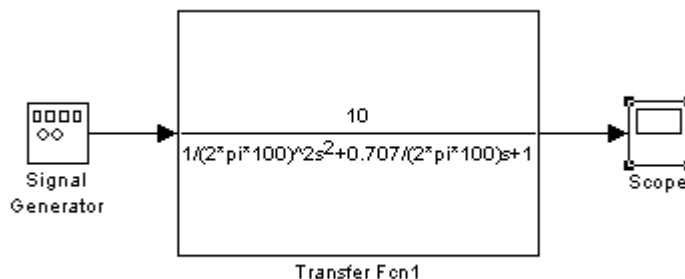

Рис. 1. Структурная схема аналогового фильтра.
2.2.1. Для моделирования работы аналогового фильтра требуется составить следующую структурную схему (модель), рис. 1.